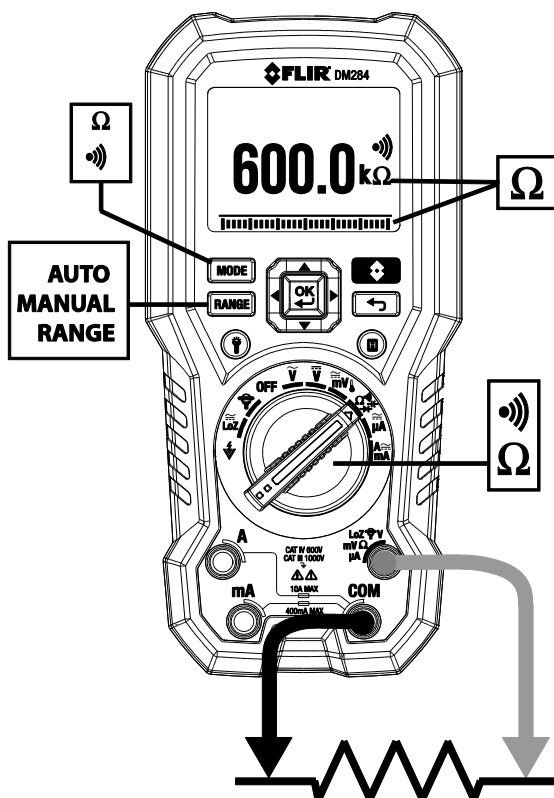

Fig. 7-3 Weerstand en Continuïteitsmetingen
1. Kijk naar **Fig. 7-3**. Zet de functieschakelaar op de NCV  positie.
1. Zie **Fig. 7-3**. Zet de functieschakelaar op de  positie.